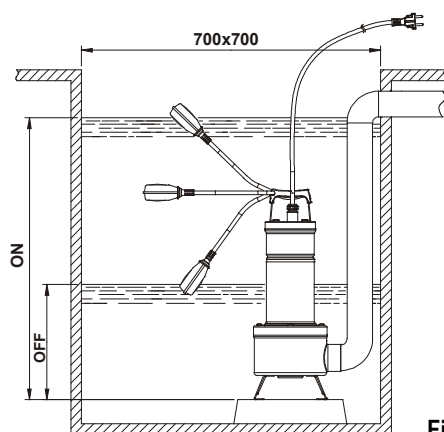

Fig.1
- 4.1 Nel caso in cui il fondo del pozzetto, dove la pompa dovrà funzionare, presentasse notevole sporcizia, è opportuno prevedere un supporto dove appoggiare la pompa al fine di evitare intasamenti (**Fig.1**)
- 4.4 Per la versione provvista di interruttore a galleggiante, accertarsi che quest'ultimo possa muoversi liberamente (VEDI PARAGRAFO REGOLAZIONE INTERRUOTTORE A GALLEGGIANTE). Prevedere dei pozzetti di alloggiamento aventi dimensioni minime come indicato in **Fig.1**. Il pozzetto dovrà sempre essere dimensionato anche in relazione alla quantità d'acqua in arrivo ed alla portata della pompa in modo da non sottoporre il motore ad eccessivi avviamenti.